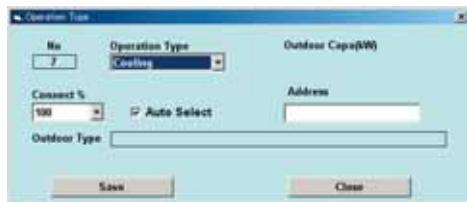

Рис. 6.3.1
Для добавления нового наружного блока нажать кнопку "Создать" (New) (5). Откроется окно для присвоения параметров. (Рис. 6.3.1)
6.3.1) После задания рабочего режима (operation type), суммарной производительности внутренних блоков (connection capacity), функции автоподбора (Auto Select) и адреса (address) нажать кнопку СОХРАНИТЬ (Save); откроется окно подтверждения. После нажатия кнопки Да (Yes) новый наружный блок появится в выпадающем меню (3).